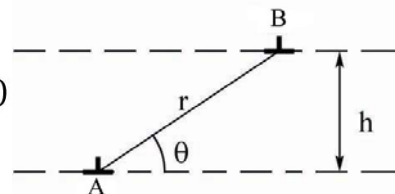

图 3-3
5. 如图 3-3 所示，在相距为 h 的滑移面上有两个相互平行的同号刃型位错 A、B。